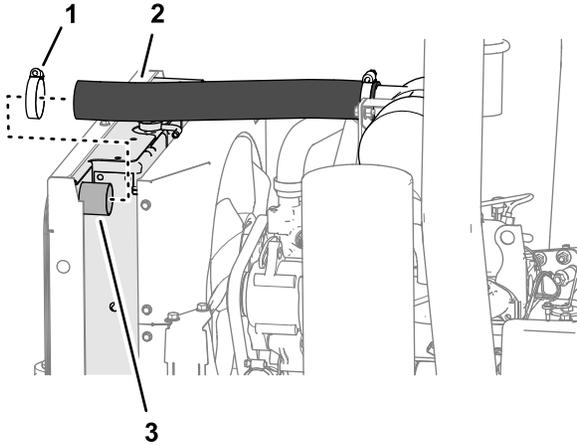

図 16
- エアインテークホースをラジエーターブラケット丈夫に固定しているホースクランプを外す 図 16。